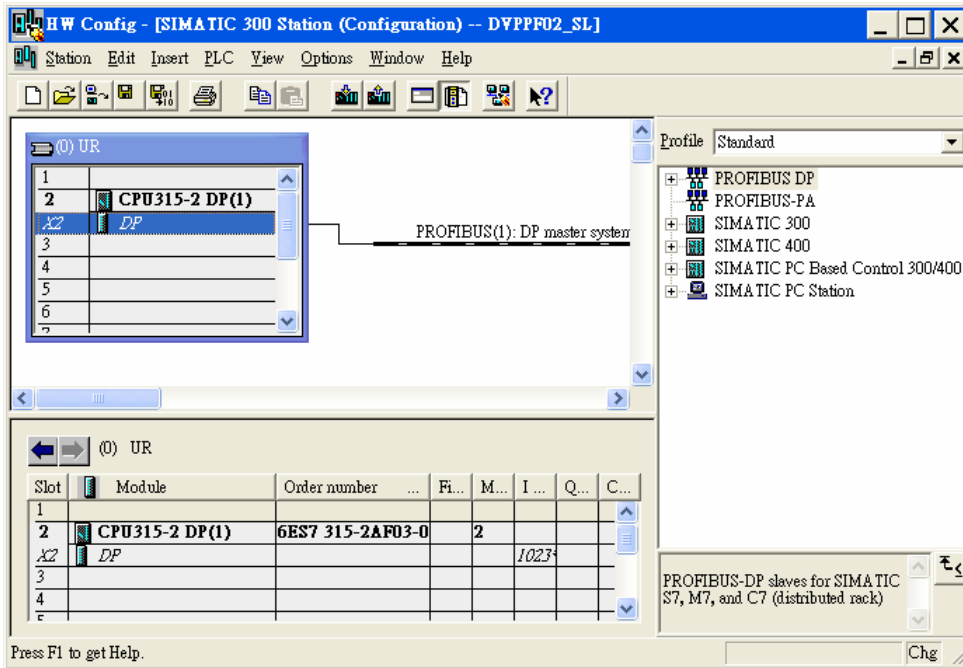

图 10-16
8. 当上述参数设置好后，UR 后会出现一条 PROFIBUS DP 总线，如图 10-16 所示。